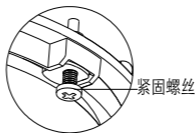
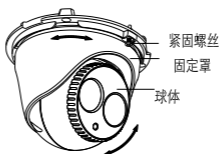

图3-5 拧松紧固螺丝
图3-6 调整摄像头
5. 拧松紧固螺钉，对比监视器上的视频图像，通过旋转固定罩和球体来调节摄像头的水平和垂直的方向，将画面调整到所需监控的场景后锁紧紧固螺钉将摄像机球体固定住。如图 3-5、图 3-6 所示。